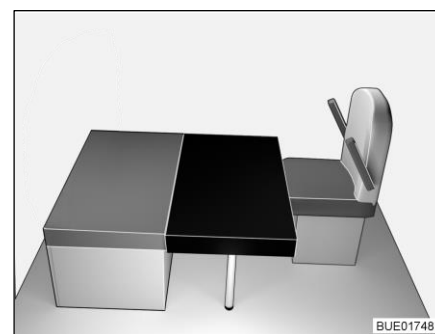

Fig. 161 Dopo la trasformazione
- Collocare il cuscino aggiuntivo rettangolare sul tavolo (davanti al cuscino dei sedili, vedi Fig. 161). La sezione nel cuscino aggiuntivo è appoggiata contro la parete di sostegno anteriore.